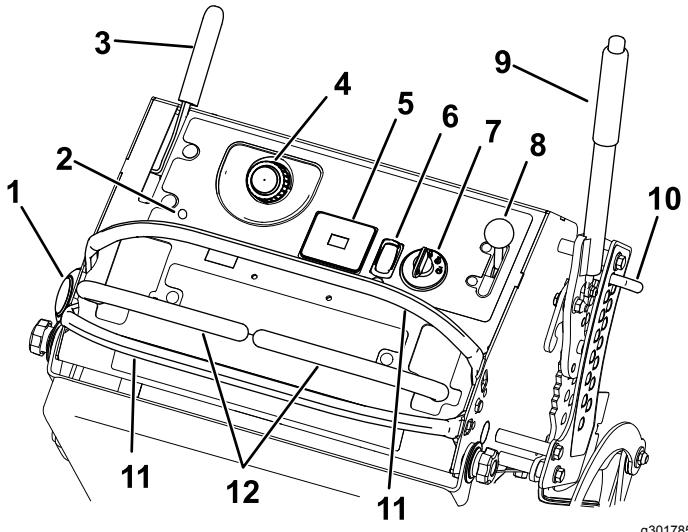

Figura 4
Familiarícese con todos los controles antes de poner en marcha el motor y trabajar con la máquina (Figura 4).
El mando de la toma de fuerza (TDF) se utiliza para engranar y desengranar las cuchillas del cortacésped o arrancar y parar accesorios motorizados (Figura 4); consulte Uso del mando de control de las cuchillas (página 17).
Si se detecta un problema o una avería en el sistema, se enciende el indicador de avería (IA) (Figura 4).
El acelerador controla la velocidad del motor y tiene un ajuste variable continuo de LENTO a RÁPIDO (Figura 4).
Las palancas de control de movimiento se utilizan para conducir la máquina hacia adelante, hacia atrás y girarla en ambos sentidos (Figura 4).